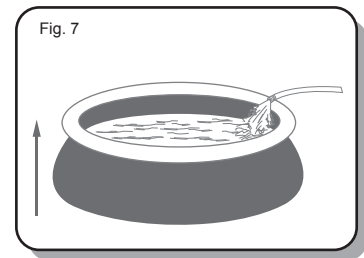

Fig. 8
5. Vul het zwembad tot 80% van de inhoud, tot aan de onderkant van de opblaasbare ring, zodat de wanden glad en stevig zijn. **VUL NIET TE VEEL**, omdat het zwembad in elkaar kan zakken. Bij hevige regenval kan het nodig zijn om wat water af te voeren, om het correct niveau te herstellen. (Zie Fig. 8)